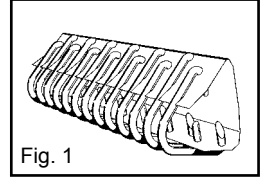

Fig. 1
1. Montaj oncesi cikartilan: (Fig. 1).